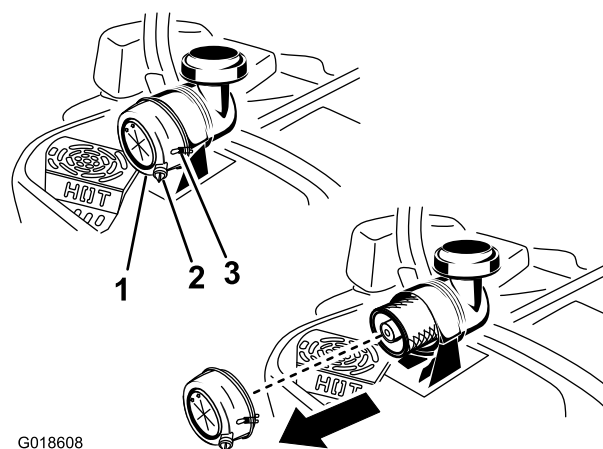

Bild 15
1. Öffnen Sie die zwei Laschen, mit denen die Luftfilterabdeckung am Luftfiltergehäuse befestigt ist (Bild 15).
2. Befestigen Sie die Laschen (Bild 15).